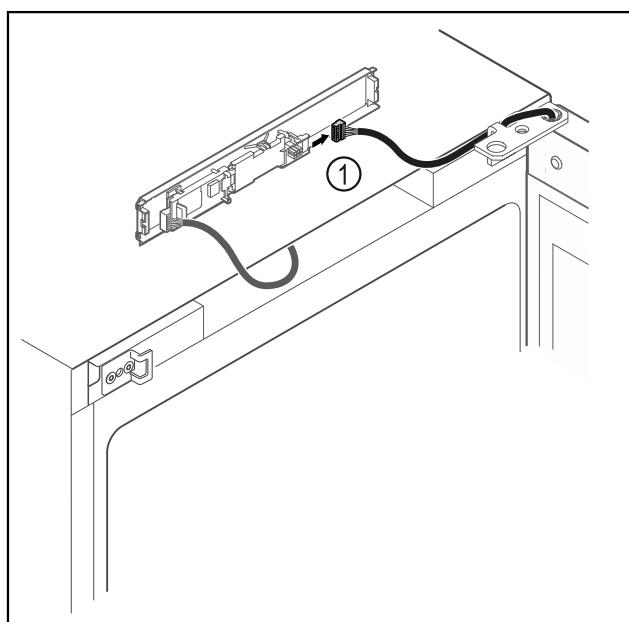

Fig. 14
- Витягнути штекер Fig. 14 (1) з плити.